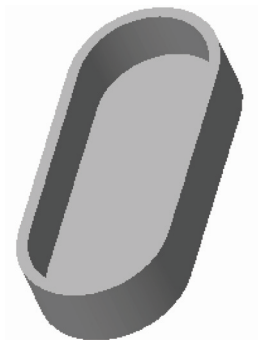

图 5-32 打开模型文件
STEP 01 单击快速访问工具栏中的“打开”按钮, 打开模型文件，如图 5-32 所示。